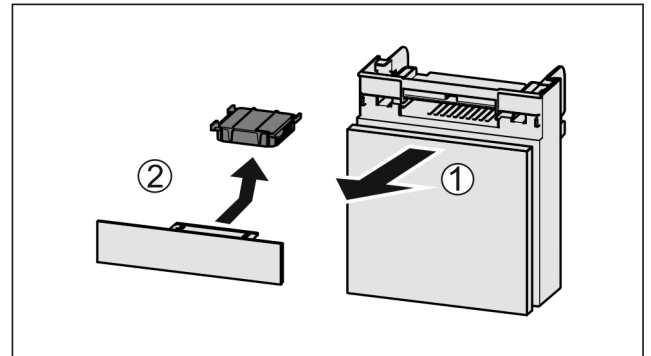

Fig. 36
- Fach nach vorne herausziehen Fig. 36 (1).
- Aktivkohlefilter entnehmen Fig. 36 (2).